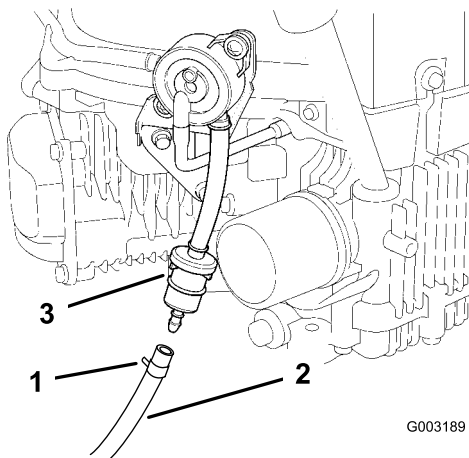

Figura 41
combustible para fijar el tubo de combustible (Figura 41).
4. Apriete los extremos de las abrazaderas y deslícelas por el tubo alejándolas del filtro (Figura 41).
6. Instale un filtro nuevo – la flecha que indica el sentido de flujo debe apuntar hacia el motor (desde el depósito) – y acerque las abrazaderas al filtro (Figura 41).
6. Retire el tubo de combustible del filtro (Figura 41).